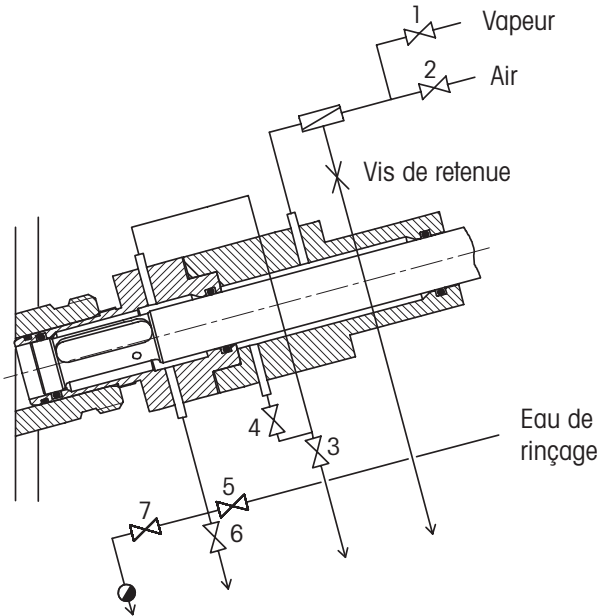

Figure 10 "Raccordements pour l'eau de rinçage et l'aération"
- Il est également recommandé de raccorder les compartiments de rinçage à une conduite d’air stérile (cf. 5.1.1, 5.1.4 et fig. 10).
- Cette dernière recommandation devient une prescription impérative si une sonde (capteur) à O2 est utilisée et calibrée dans le compartiment de rinçage (cf. 5.1.4 et fig. 10).
**Important:** Lors de l'emploi d'une sonde (capteur) à O2 de 12 mm et en cas de calibrage dans le compartiment de rinçage, le raccordement à une conduite d'air stérile est indispensable (cf. 5.1.4 et fig. 10).
3. Rincer pendant quelques secondes le sas à double compartiment avec du condensat/ de la vapeur (se référer au tableau 1/C pour le positionnement des vannes) ou rincer soigneusement à l'eau (cf. Fig. 10).
Dans tous les cas, l'électrode une fois amenée en position rétractée (position d'attente, resp. rétractée) doit être rincée pendant quelques secondes avec du condensat/ de la vapeur (se référer au tableau 1/C pour le positionnement des vannes) ou soigneusement à l'eau (cf. Fig. 10).